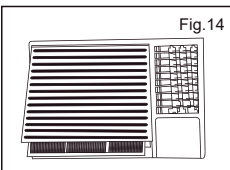

Fig.14
- 8) Reinstale el filtro de aire. (Fig.14)